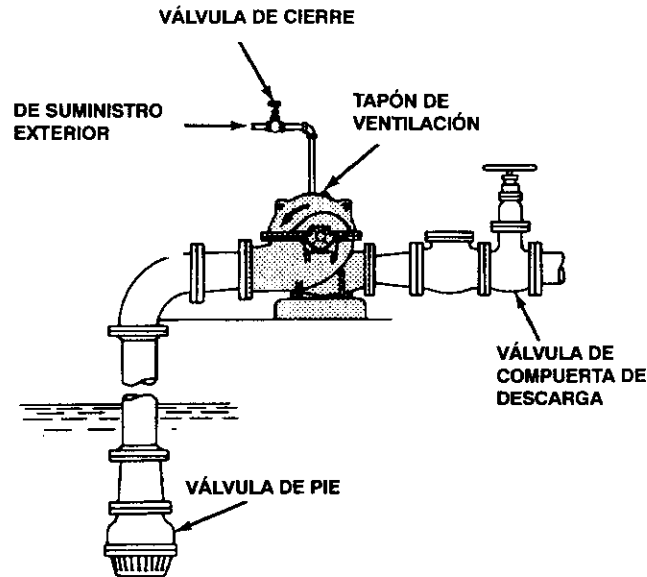

Figura 2-26
(1) *Suministro exterior (Figura 2-26).* Cierre la válvula de compuerta del lado de la descarga, quite el tapón de ventilación y abra la válvula en la línea de abastecimiento del cebado hasta que se expulse todo el aire y el agua salga de las aberturas de ventilación. Cierre las ventilaciones de aire, cierre la línea de suministro de cebado y arranque la bomba; luego abra la válvula de la compuerta del lado de la descarga.